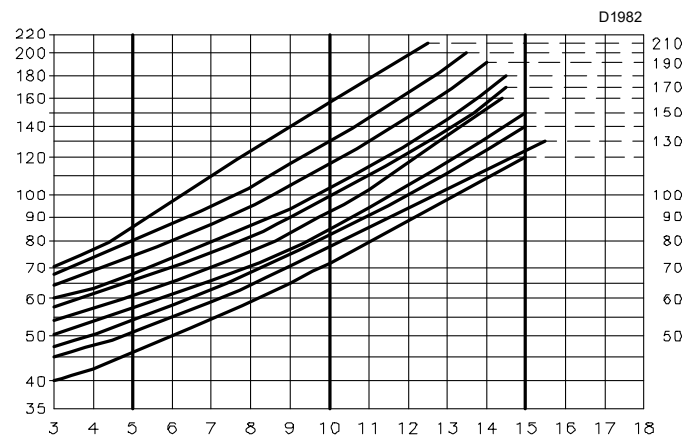
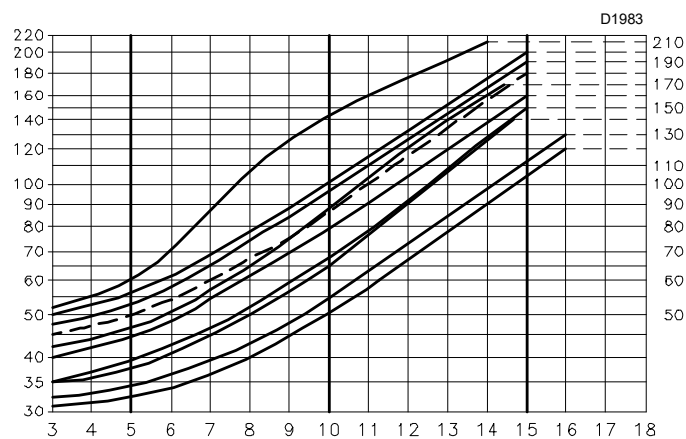

Fig. 17
Fig. 18
- Bergonzo tip A3 - unghi 45° (Fig. 17)
- Bergonzo tip A4 - unghi 45° (Fig. 18)
Dacă se dorește un debit intermediar între cele două valori prezentate în diagrama (Fig. 17 și Fig. 18), alegeți duza cu debitul mai mare.